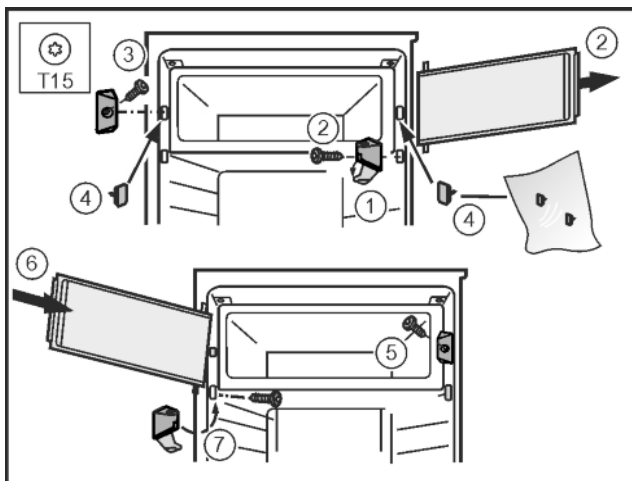

Fig. 13
- ▶ Откинуть крышку на кронштейне. Fig. 13 (1)
- ▶ Снятие двери морозильного отделения: открутить кронштейн отверткой T15. Fig. 13 (2)
- ▶ Открутить концевой замок отверткой T15. Fig. 13 (3)
- ▶ Закрывать образовавшиеся отверстия прилагающимися пробками. Fig. 13 (4)
- ▶ Установить концевой замок с помощью отвертки T15. Fig. 13 (5)
- ▶ Установить дверцу морозильного отделения сверху. Fig. 13 (6)
- ▶ Установить кронштейн и примкнуть крышку. Fig. 13 (7)